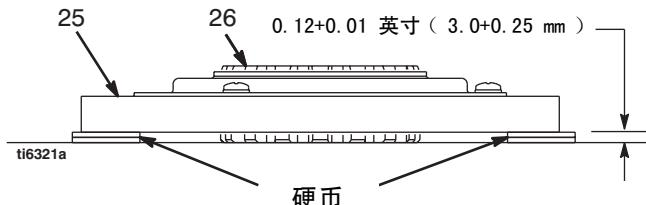

图 8
- 图 8. 在平滑的台面上放两组硬币，每组叠放两个硬币。
- 把电枢 (25) 放在两组硬币上。
- 按住轮毂 (26) 的中心，向下往台面上按。